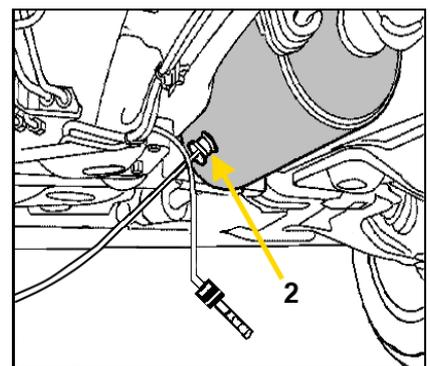

Figura 3
2. Il detergente consigliato dalla casa automobilistica e il liquido di lavaggio vengono iniettati tramite una sonda preposta (figura 3) nel filtro antiparticolato diesel. Attenersi alle indicazioni di applicazione indicate dal produttore.